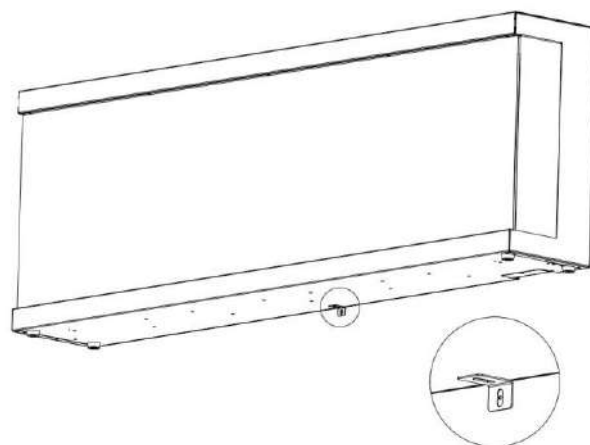

Fig 1-2
B. Montare con questa vite il supporto a "L" (J) nella parte inferiore del focolare. **(Fig 1-2)**